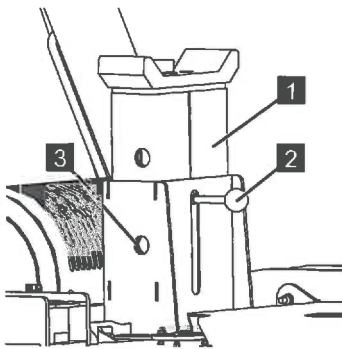

Abb. 101
- Die Teleskopauflage (Abb.101/1) am Griff (Abb.101/2) nach oben ziehen, bis die gewünschte Bohrung (Abb.101/3) fluchten.